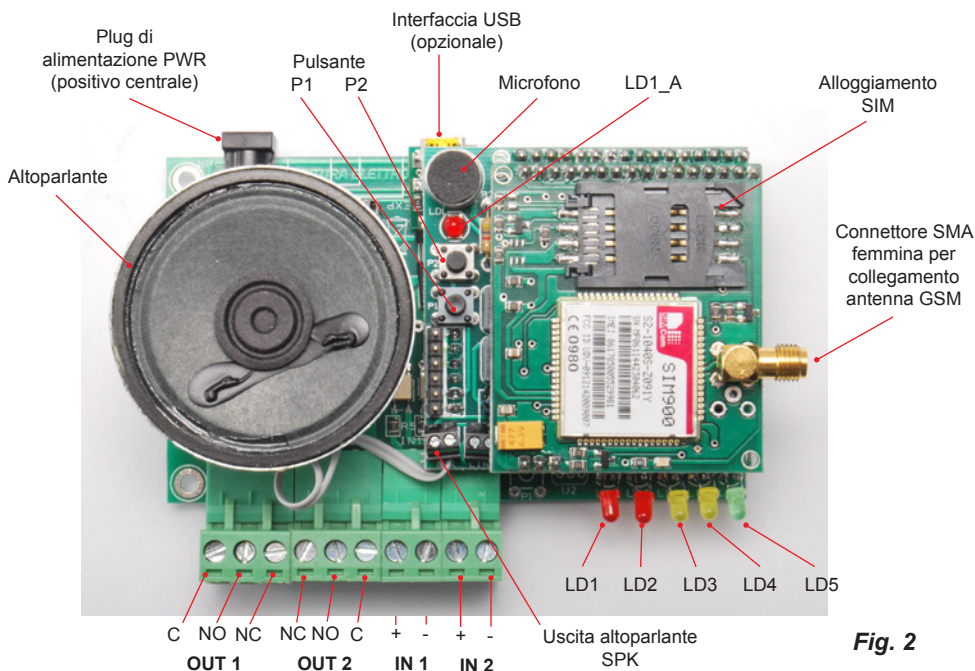

Fig. 2
- Alimentare il combinatore TDG135 esclusivamente con una tensione continua stabilizzata compresa tra 9 e 32 Vdc che deve essere applicata al plug di alimentazione (vedi fig.2) rispettando la polarità (positivo centrale). Utilizzare un alimentatore di sicurezza a potenza limitata in grado di fornire una corrente di almeno 1 A.